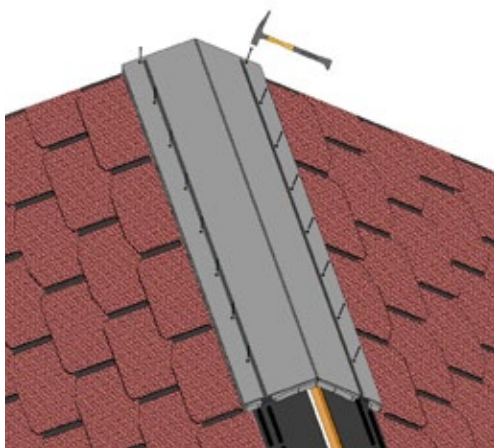
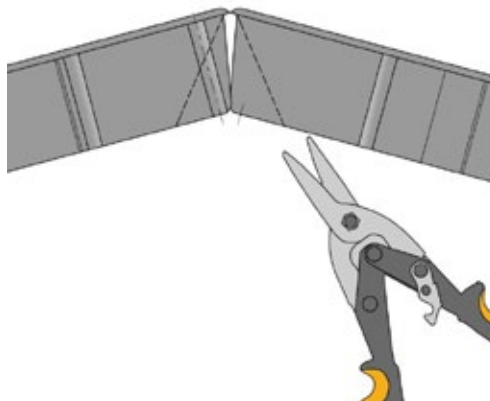

Рис.7 Установка аэратора
Рис.8 Подрезка аэратора
5.4 Установите аэратор на конёк крыши таким образом, чтобы он был заподлицо с краем фронтового свеса (Рисунок 7). Максимальный угол применения конькового аэратора без подрезки составляет 50° . В случае, если уклон кровли превышает 50° , аэратор необходимо подрезать (Рисунок 8). Закрепите аэратор к конструктивным элементам крыши при помощи гвоздей или саморезов, указанных в таблице 1. Места крепления указаны на аэраторе.